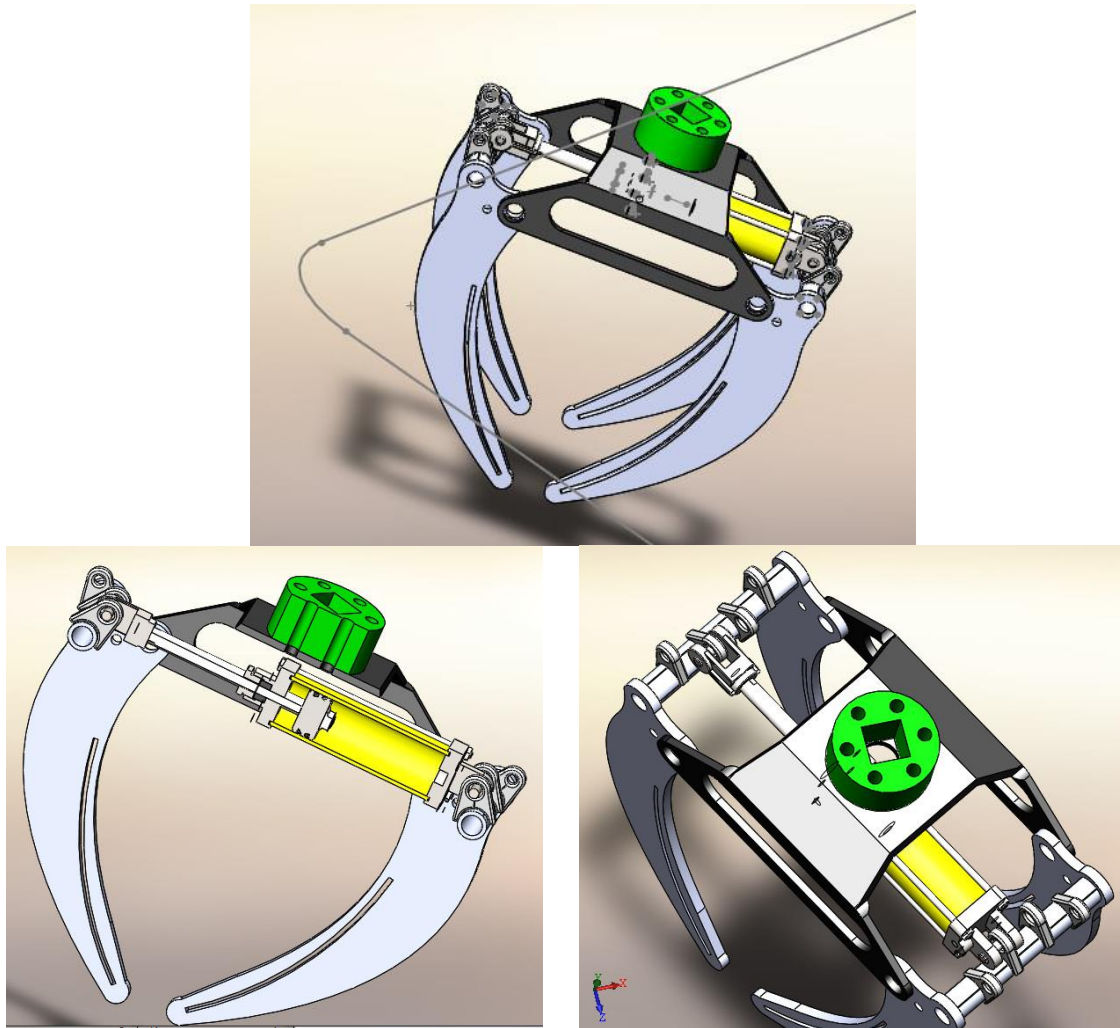

Рис.1. Збірка захвата
Спочатку необхідно відкрити модель* і створити дослідження руху. Збірка з показана на рис.1.
2.1.2. Створити **новий документ – збірку**. Створите збірку, як це показано на рис.1.